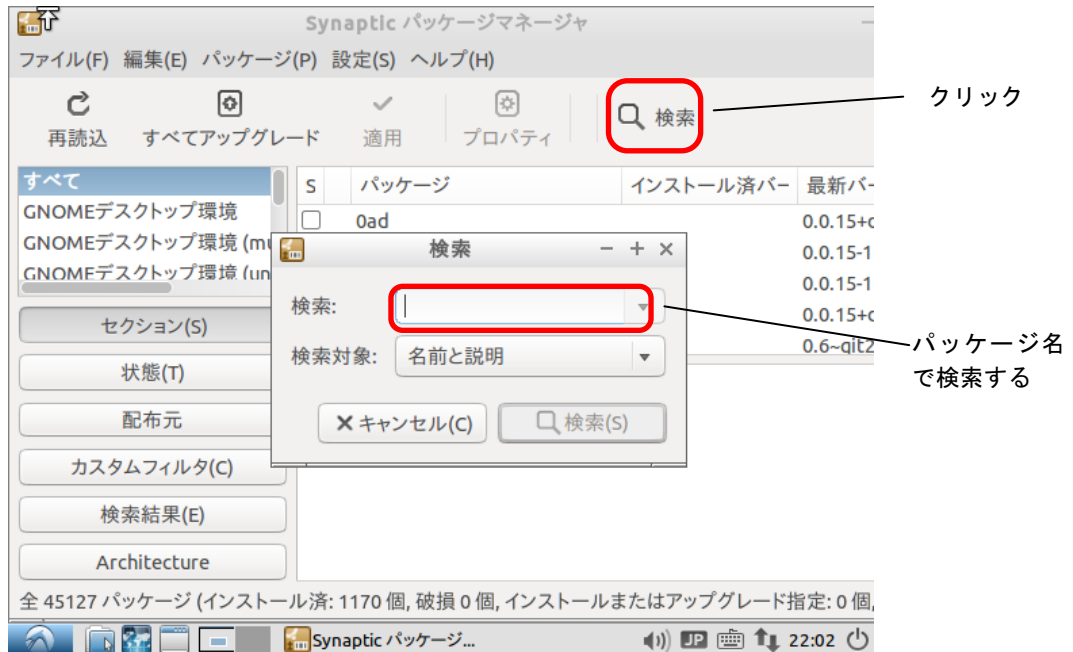

図 3-5-2-4. パッケージの検索
- ⑤ インストールするパッケージ名のチェックボックスをクリックすることで、図 3-5-2-5 のようなメニューが表示されるので「インストール指定」をクリックします。このとき、他にインストールする必要のあるパッケージがある場合は、図 3-5-2-6 のような画面が開きますので「マーク (M)」をクリックします。